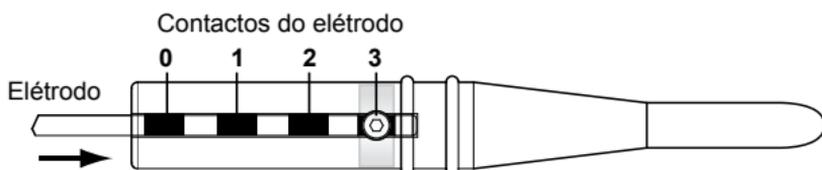

Figura 14. Introduza o elétrodo na cobertura do elétrodo
2. Introduza a extremidade exposta do elétrodo na cobertura do elétrodo fornecida no conjunto de eléttodos (Figura 14).
3. Alinhe o contacto número 3 do elétrodo com o bloco de ligação dos parafusos de fixação (Figura 14).